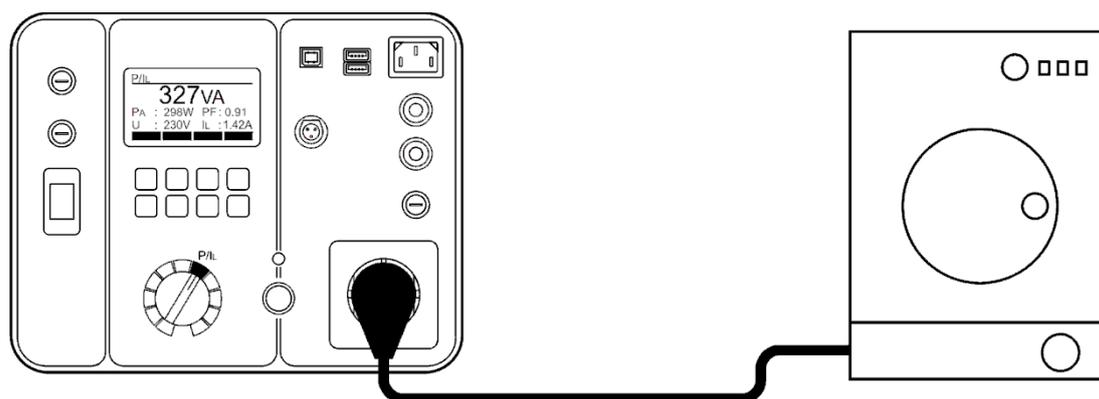

Figure 25: Connexion pour le test fonctionnel
- Branchez l'appareil selon la figure 25.